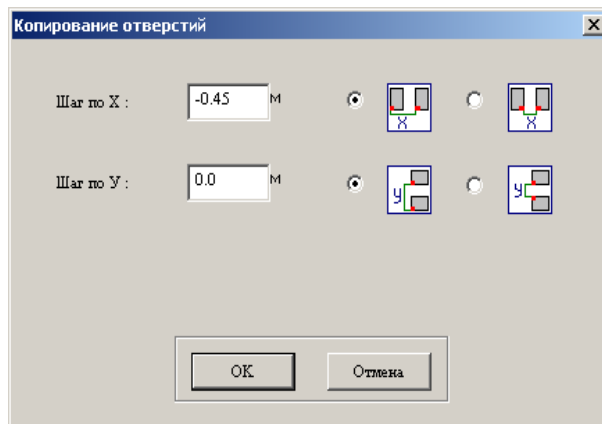

Рис.1.6.13. Окно диалога **Копирование отверстий**
- в окне диалога **Копирование отверстий** (рис. 1.6.13) задайте следующие параметры: